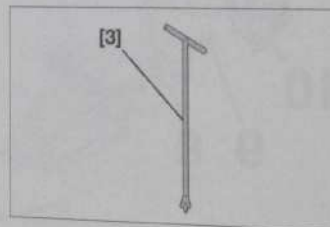

Fig. 42
- [3], Tige d'obturation du cylindre de charge (réf : 4370-T) (Fig. 42).